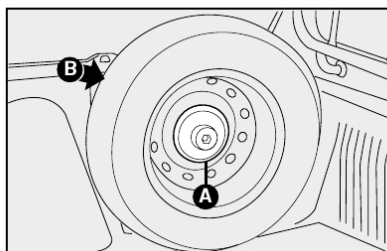
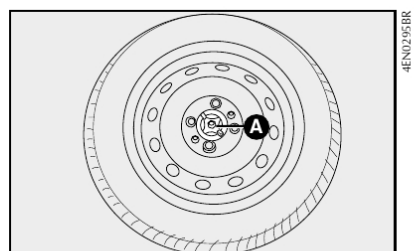

fig. 5
fig. 15
- Nas versões com cabine curta, destarraxar o pino suporte da roda sobressalente **A-fig. 5** ou **6** e retirar a mesma de sua sede **B-fig. 5** e **6**.
15) colocar a roda substituída no compartimento da roda sobressalente fixando-a com o dispositivo de bloqueio fig. 5 (Strada Fire) ou fig. 15 (Palio Fire e Siena Fire).